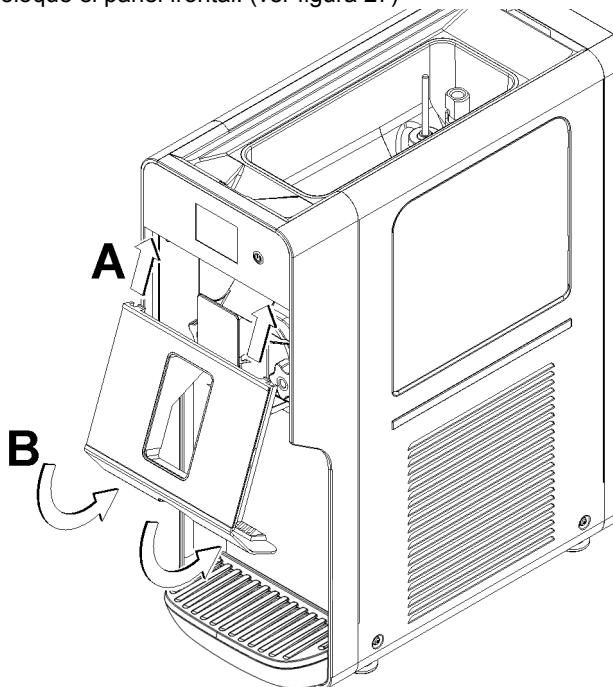

figura 27
- 5** Coloque el panel frontal. (ver figura 27)